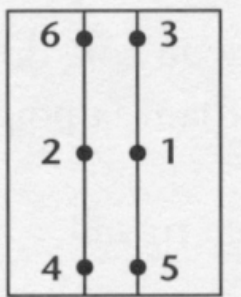
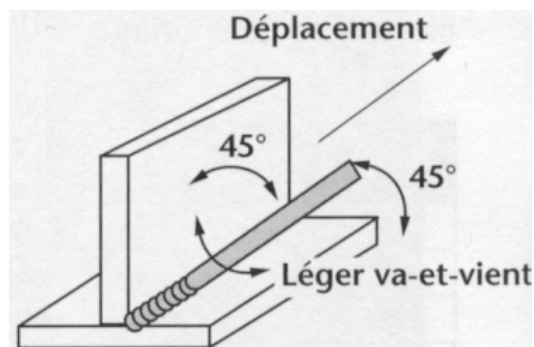

figure 1
figure 2
- Réaliser les points de soudage dans **l'ordre 1, 2, 3, 4, 5, 6 (figure 1) en tenant l'électrode à 45° par rapport aux pièces (figure 2).**
- Souder en **déplaçant lentement l'électrode (figure 2).**